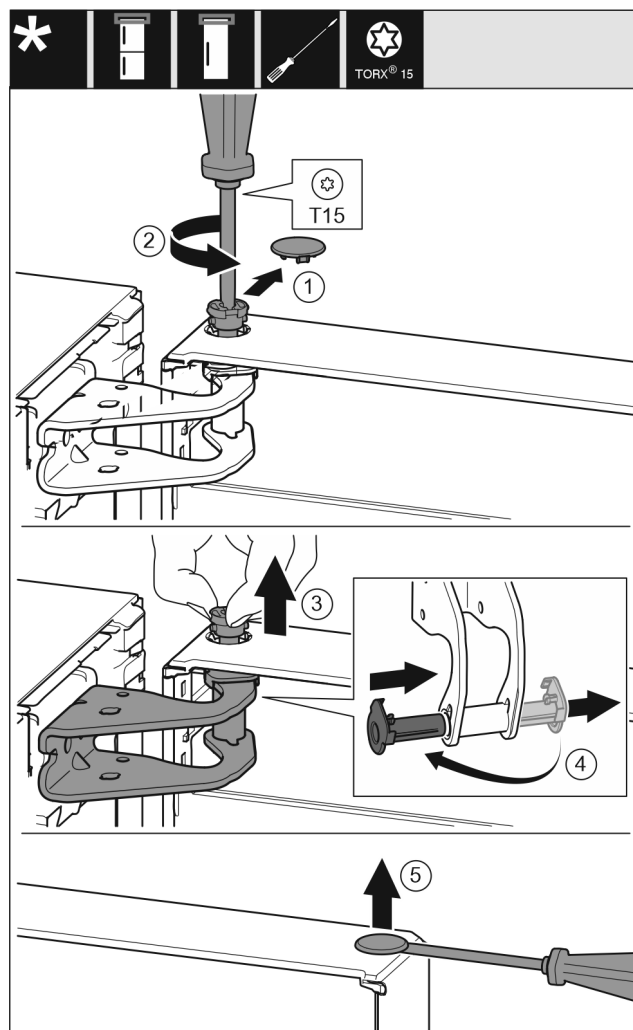

Fig. 5
► 小心拆下安全盖。Fig. 5 (1)
► 用 T15 螺丝刀拧下一枚螺栓。Fig. 5 (2)
► 抓紧门并用手指拔出螺栓。Fig. 5 (3)
► 将轴衬从导向装置拉出。从另一边装入并卡到位。Fig. 5 (4)
► 用带槽螺丝刀小心地从门轴衬上提起堵头并将其拉出。Fig. 5 (5)